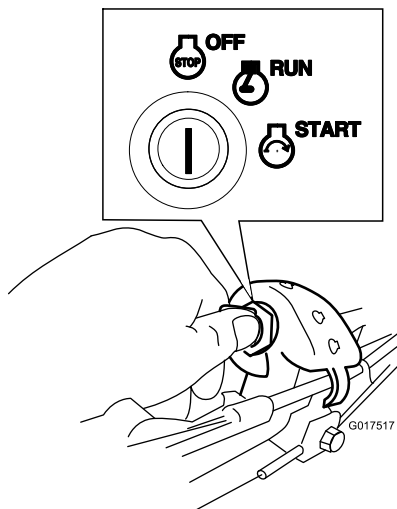

Рисунок 21
1. Поверните ключ замка зажигания в положение Выкл. (Рисунок 21).